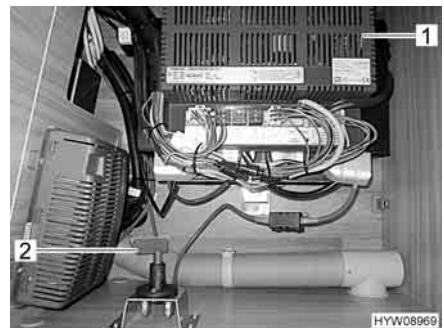

Fig. 17 Interruttore principale per il sistema di manovra, ubicazione
- ▷ L'interruttore principale (Fig. 17,2) si trova in uno dei cassoni letto, vicino all'apparecchio per l'alimentazione elettrica (Fig. 17,1).